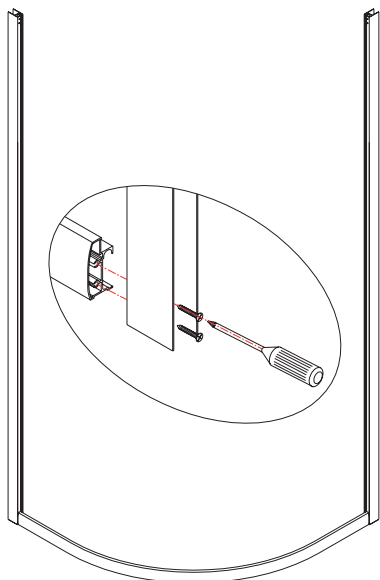

рис. 1
1. Соедините Стекланный профиль **(02)** с Направляющей рейкой со стопором **(03)** ST4.2x25 при помощи шурупа **(рис. 1)**. Обратите внимание, что верхняя направляющая отличается от нижней направляющей пластиковой пробкой, расположенной с другой стороны.